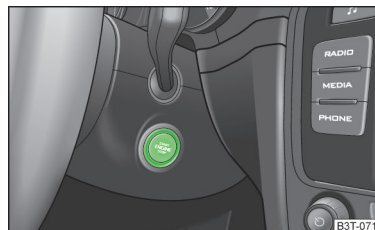

Fig. 135
- Pare el motor o desconecte el encendido pulsando el botón de arranque » fig. 135.
➤ Pulse brevemente el botón de arranque » fig. 135 de la página 147.
➤ Pulse el botón de arranque » fig. 135 de la página 147 y manténgalo pulsado¹⁾ hasta que el motor arranque.
➤ Pulse el botón de arranque » fig. 135 de la página 147 durante más de 1 segundo o dos veces en el plazo de 1 segundo.